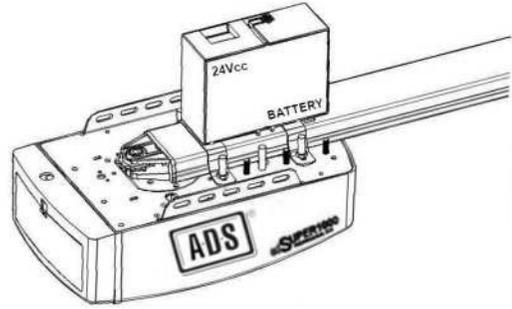

Fig.15
- 2.Conecte la Batería de Respaldo al Abrepuertas de Garage. (Fig.15)